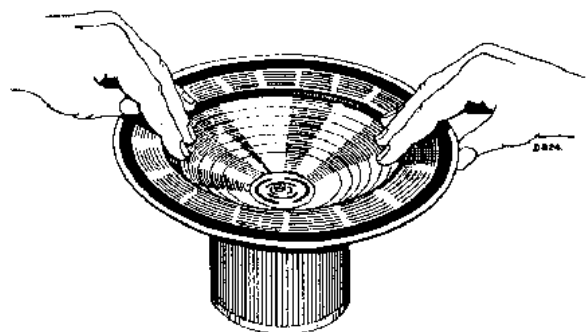

Fig. 8
Draai het centreerschroefje (pos. 106) los, plaats 4 voelertjes van 0,2 mm dikte (Code Nr. 09.990.840) door de perforaties van het centreerplaatje (pos. 105) in de lichtspleet. Zet de centreerschroef weer vast en verwijder de voelertjes. Bij het voorzichtig op en neer bewegen van de conus luisterend, mag men geen geluid waarnemen (fig. 8).
Het spoeltje is vastgelopen in de luchtspleet (controleeren als fig. 8) of er is een gedeeltelijke sluiting in spoeltje of transformator.